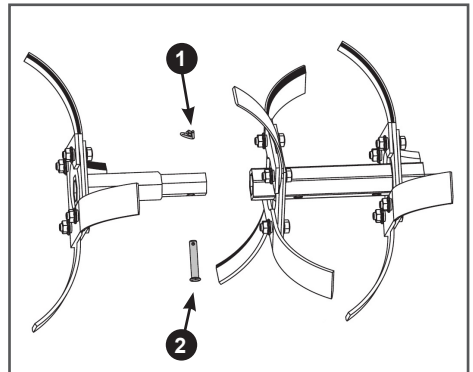

Рис. 17. Соединение основной и дополнительной секций фрезы
6. Соедините основную и дополнительную секции фрезы. Вставьте хвостовик дополнительной секции фрезы в основную секцию, совместите отверстия, вставьте палец 2 и зафиксируйте палец шплинтом 1 (Рис. 17).